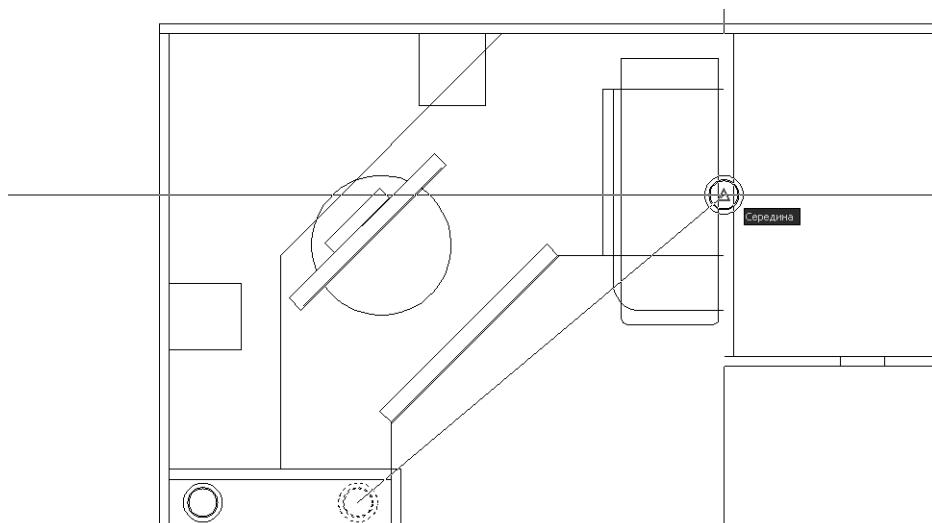

Рис. 5.33 ▼ Середина левой границы контура боковой стенки тумбы будет использоваться в качестве базовой для временного отслеживания объектной привязки
6. Переместите указатель-перекрестье и связанное с ним динамическое изображение копируемых объектов к середине левой боковой стенки большой тумбы. Когда AutoCAD распознает точку, которая находится на левой вертикальной линии соответствующего прямоугольника (рис. 5.33), щелкните для захвата ее координат в качестве базовых для отслеживания объектной привязки.